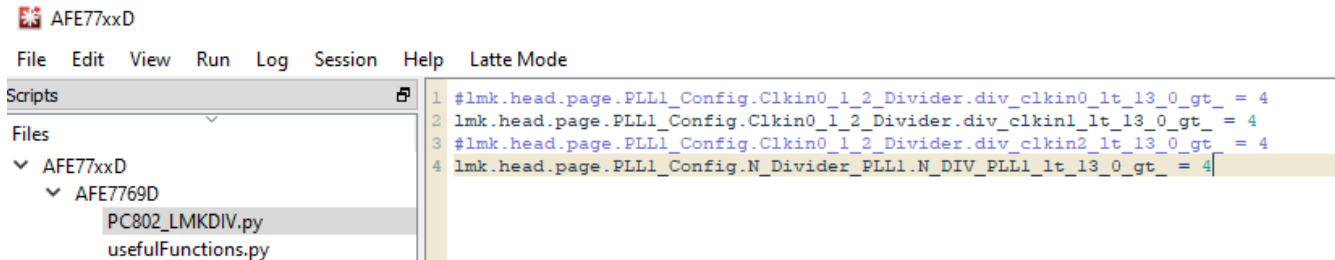

图 3-15. PC802 LMK 脚本
8. 在左侧树视图中打开 PC802_LMKDIV.py 脚本，如图 3-15 中所示。